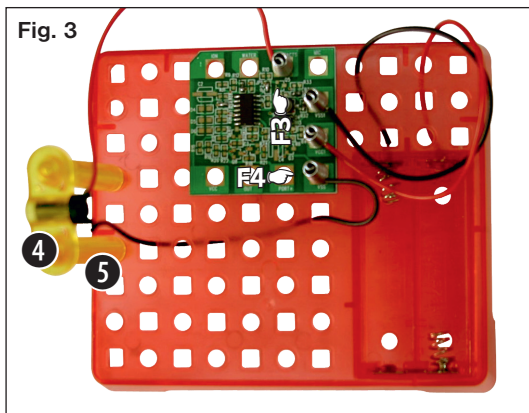

Fig. 3
DE Schritt 2 (Fig. 3)
Setze den Fotosensor (4) mit den beiden Halterungen (5) auf die Grundplatte. Setze zwei Federanschlüsse in die Löcher PHOTO (F3) und VSS (F4) der Mikroregler-Platte ein. (Fig. 3)
GB Step 2 (Fig. 3)
Add the photo transistor (4) with sensor stand (5) onto the base plate. Insert two spring connectors into the holes PHOTO (F3) and VSS (F4) on the micro controller plate. (Fig. 3)
IT Fase 2 (Fig. 3)
Appoggiare il fotosensore (4) con i due supporti (5) sulla piastra base. Inserire due connettori a molla nei fori PHOTO (F3) e VSS (F4) del pannello del microregolatore. (Fig. 3)
ES Paso 2 (fig. 3)
Introduce el fotosensor (4) con los dos soportes (5) en la placa base. Introduce dos muelles elásticos en los agujeros PHOTO (F3) y VSS (F4) de la placa micro-reguladora. (fig. 3)
PT Passo 2 (Fig. 3)
Coloque o sensor fotoelétrico (4) com os dois suportes (5) na placa de base. Coloque os conectores de mola nos furos PHOTO (F3) e VSS (F4) da placa do microrregulador. (Fig. 3)